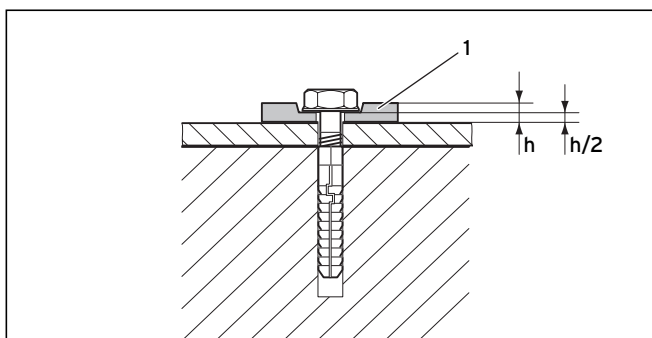

Рис. 5.58 Крепление с помощью гибких подкладных шайб
Для компенсации расширения материала обязательно используйте 4 гибкие подкладные шайбы (1). Запрессуйте подкладные шайбы на 50%, см. рис. 5.58.